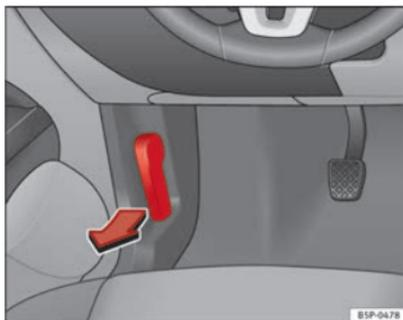

Fig. 164 Detalle de la zona reposapiés del lado del conductor: palanca para el desbloqueo del capó del motor.
- Tire de la palanca que se encuentra bajo el tablero de instrumentos ⇒ fig. 164 en el sentido que indica la flecha. El capó queda desbloqueado por la acción resorte del muelle ⇒ ⚠.